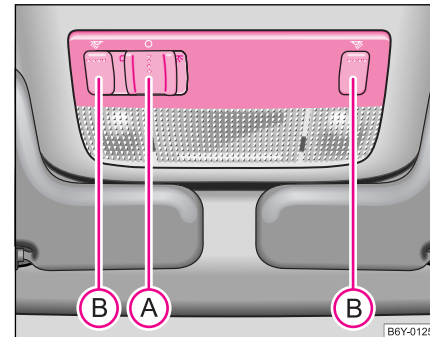

Abb. 37 Ausschnitt aus dem Dachhimmel: Innenbeleuchtung vorn ►
- Drücken Sie den Schalter **(A)** nach rechts in die Stellung  ⇒ Seite 59, Abb. 37.
- Drücken Sie auf einen der Schalter **(B)** ⇒ Seite 59, Abb. 37, um die rechte oder linke Leseleuchte ein- bzw. auszuschalten.